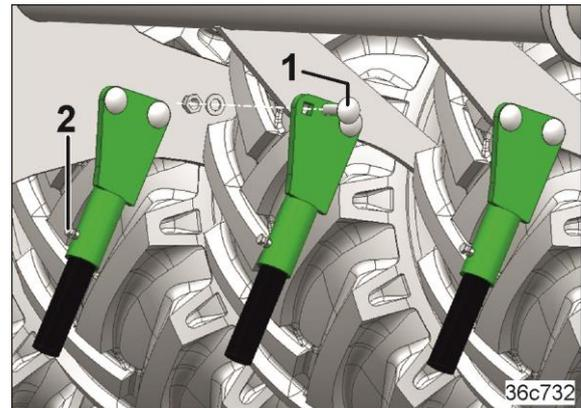

Fig. 479
- abschrauben, wenn von ihnen organische Masse aufgeschoben wird. Jeder Dammräumer ist mit 2 Flachrundschrauben (Fig. 479/1) befestigt.
- auf die gleiche Länge einstellen und mit der Schraube (Fig. 479/2) befestigen.